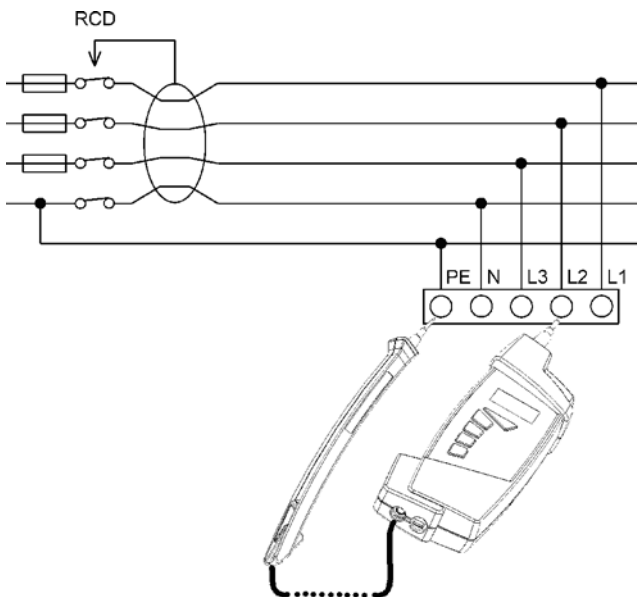

Bild 3.13 Anschlussbeispiel
- Schließen Sie das Gerät hinter dem zu messenden RCD (FI-Schalter) an L und PE an, wie in Bild 3.13 dargestellt.
- ⇨ Schließen Sie das Gerät hinter dem zu messenden RCD (FI-Schalter) an L und PE an, wie in Bild 3.13 dargestellt.